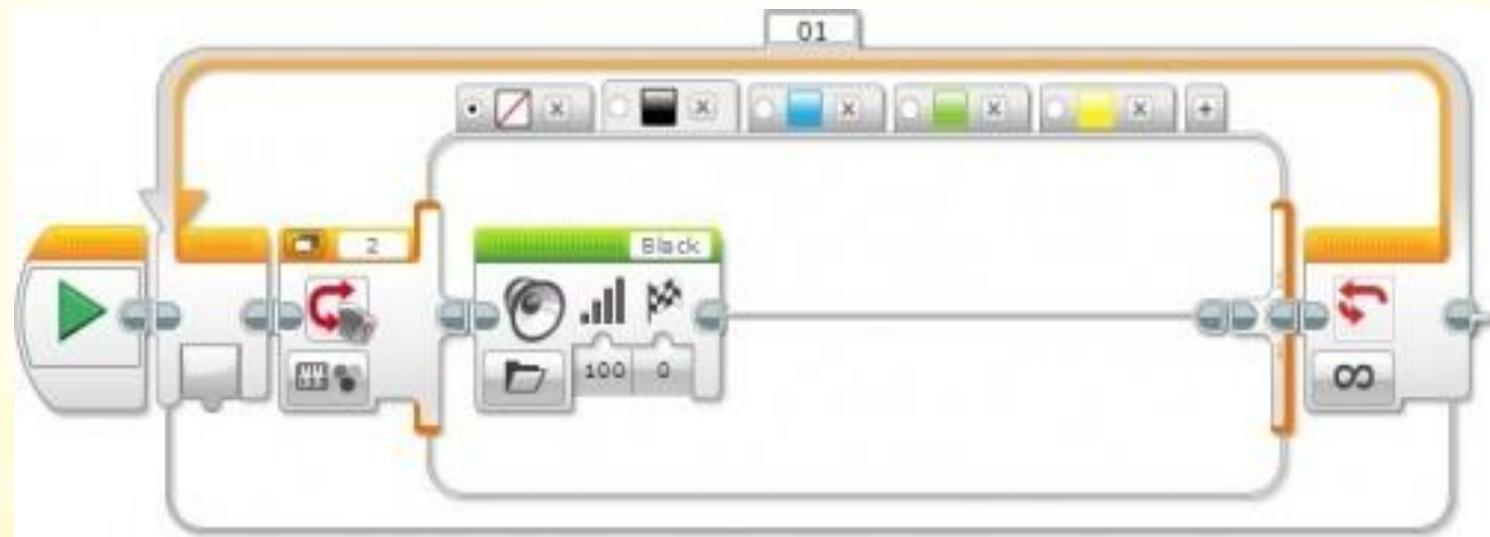

Рис. 5
* Осталось вставить наш настроенный программный блок "Переключатель" внутрь программного блока "Цикл" Оранжевой палитры. Программа готова! Загрузим её в робота и протестируем работу! (Рис. 5)